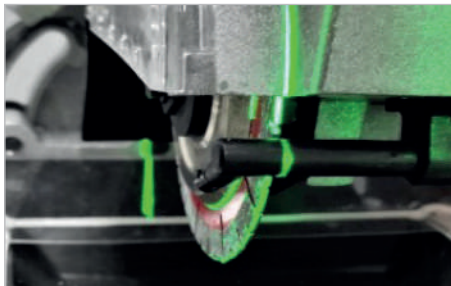

рис.8
7.4 Результат регулировки лазерного указателя - луч проходит по центру диска. Каретка расположена в точке максимального удаления от лазерного указателя.(рис.8)